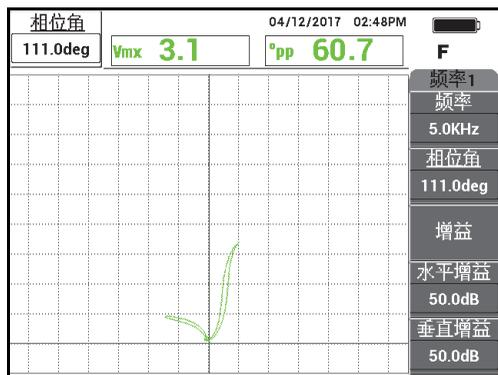

图 5-185 调节信号的相位
4. 按相位角键（），然后转动信号，直到外壁凹槽信号达到大约 10° 的相位（参见第 242 页的图 5-185）。